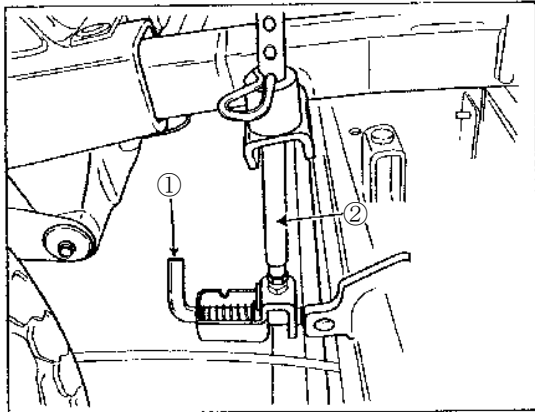

Figure 30
5. Pull out the lock pins ① of the rear lift rods ②, and remove the rear lift rods from Mower, Figure 30.
5. Chasser les goupilles de verrouillage ① des tiges de levage arrière ② et déposer ces tiges de la tondeuse. Voir Figure 30.
3. Install the rear lift rods ② to Mower mounts, Figure 30.
3. Reposer les tiges de relevage arrière ② sur les montures de tondeuse, Figure 30.